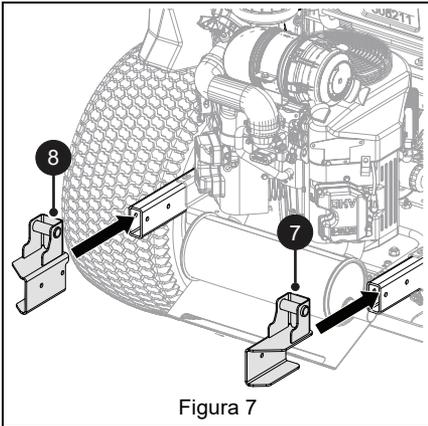

Figura 7
1. Meta la embolsadora izquierda (pieza 8) y la embolsadora derecha (pieza 7) en los marcos. Consulte Figura 7.